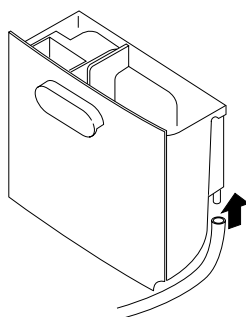

Fig. 2
- 4) Fijar un tubo de goma de diámetro de 10 mm al pico (Fig.2).